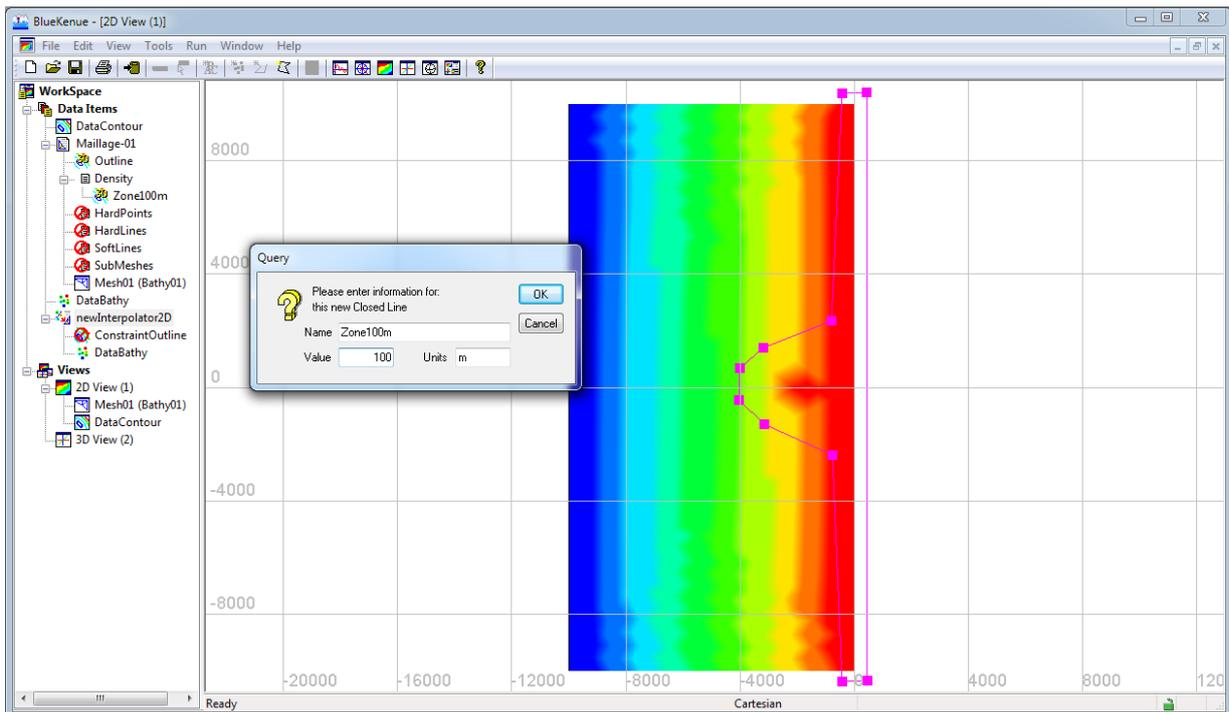

FIGURE 1.9 – Définition de la zone de raffinement du maillage autour de la bosse et le long du littoral
- **FILE – NEW – CLOSED LINE**, Sélectionnez des points afin de définir une zone fermée le long du littoral et autour de la bosse. Terminez la sélection par **ESCAPE** (ou en cliquant sur le bouton **NEW CLOSED LINE** dans la barre d'outil) (Fig.1.9). Renseignez le nom du contour fermé ainsi défini **ZONE100M**, ainsi que la valeur à **100 m**.